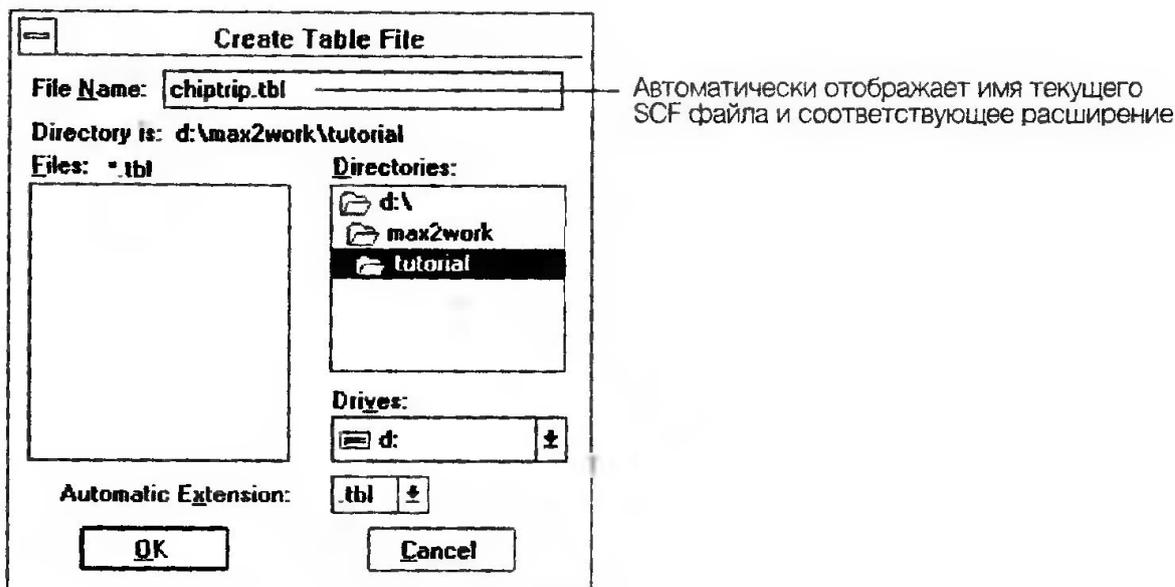

Рис. 2.61
1. Выберите **Create Table File** (создать табличный файл) из меню **File**. На экране отобразится диалоговое окно **Create Table File**, показанное на рис. 2.61.